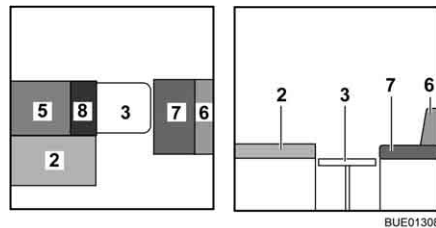

Fig. 141 Durante la transformación
- Colocar el cojín adicional (Fig. 141,8) en la mesa.